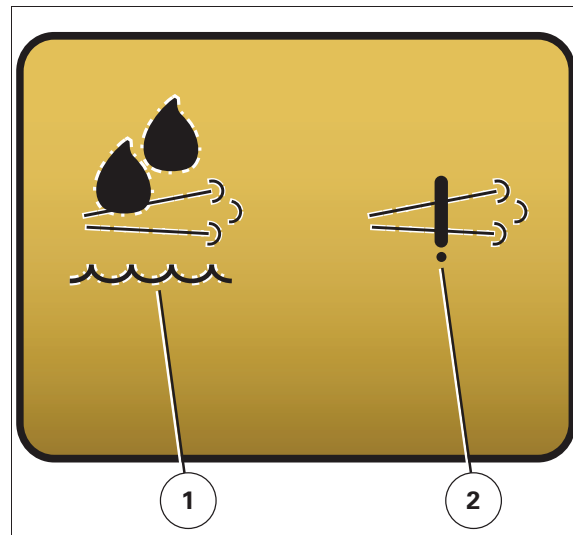

Fig. 9.
- Visualización de un mensaje de aviso en el DOT Matrix que indica que el nivel es demasiado bajo fig. 9